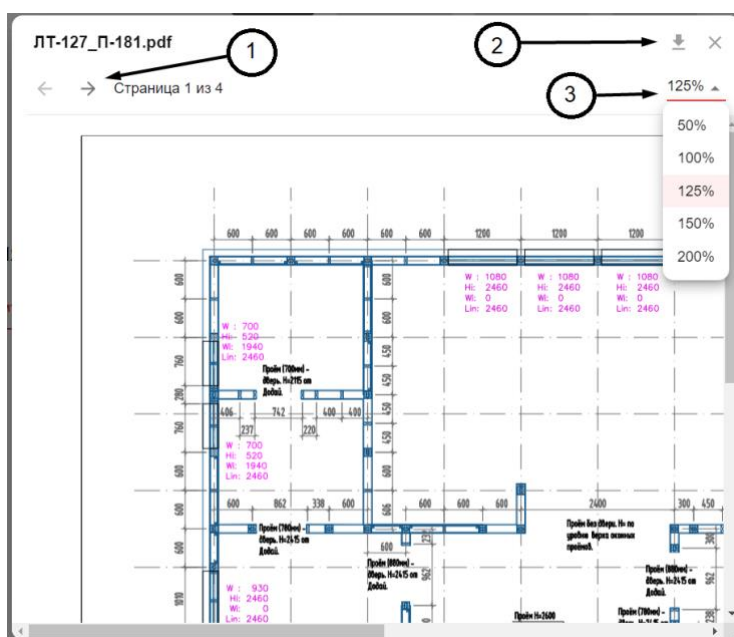

Рисунок 33 - Просмотр проектной документации внутри системы
После того как файлы были загружены можно открыть любой из загруженных файлов для просмотра внутри системы нажатием левой клавиши мыши. В открывшемся окне можно изменить просматриваемую страницу (1), также можно скачать файл (2) и переопределить масштаб отображения файла в окне (3) Рисунок 33.